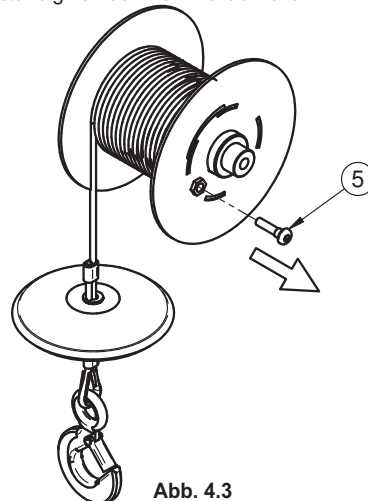

Abb. 4.3
3) Die Schraube (Ref. 5, Abb. 4.3) abschrauben und entfernen und das Seil vollständig von der Trommel abwickeln